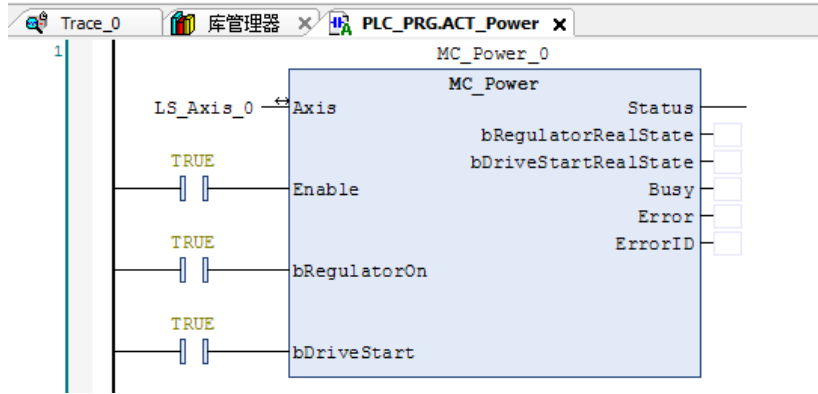

图 9.35 上电模块 Power
- 3) 按照步骤 2 的方法依次添加上电模块 Power、恒速运动模块 ACT\_Vmove、原点锁存模块 ACT\_ZeroLatch，并填写相应的参数，如图 9.35~9.37 所示。